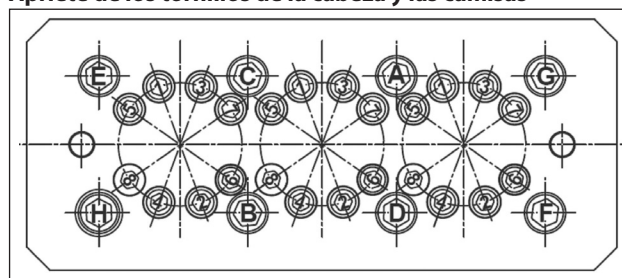

Fig. 51
**Los tornillos de fijación del cabezal deben ser ajustados respetando las secuencias y el orden indicado en el esquema de la Fig. 51.
***Los tornillos de fijación de las camisas deben ser ajustados respetando las secuencias y el orden indicado en el esquema de la Fig. 51.